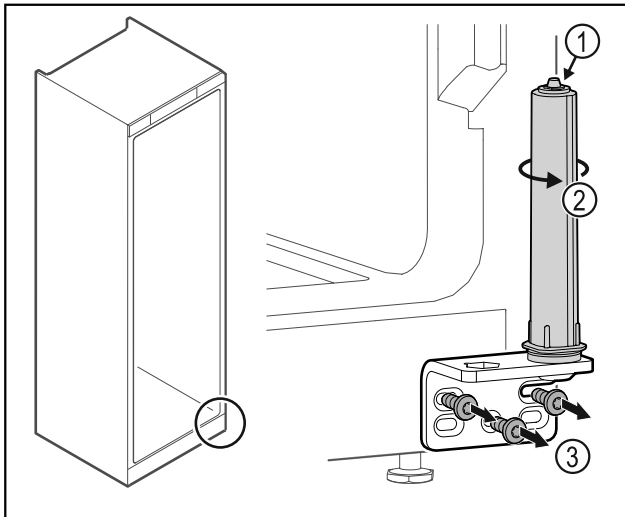

Fig. 28
- ▶ Älä pura oven sulkuyksikköä Fig. 28 (1).
- ▶ Kierrä sulkuyksikköä Fig. 28 (2), kunnes se naksahtaa.
- ▶ Irrota saranakulma Fig. 28 (3).